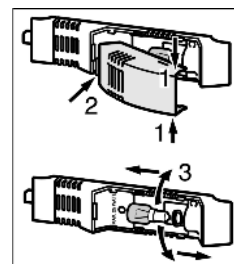

Fig. 17
- ▶ Die Lampenabdeckung oben und unten fassen *Fig. 17 (1)*.
- ▶ Lampenabdeckung hinten ausrasten und aushängen *Fig. 17 (2)*.
- ▶ Die Lampe auswechseln *Fig. 17 (3)*.